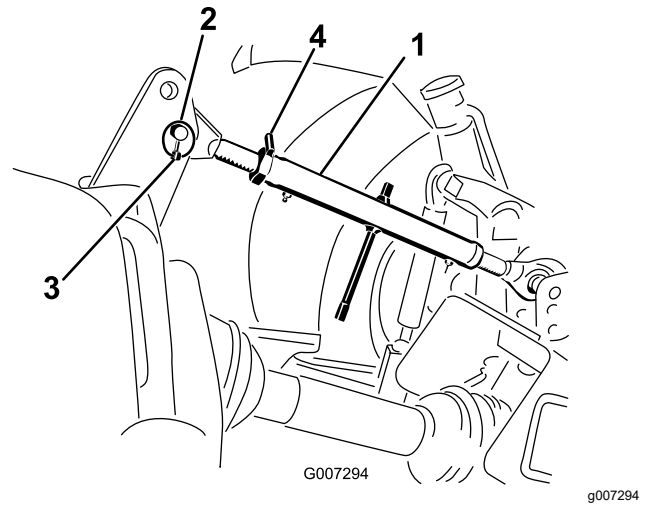

Figura 8
1. Conecte el brazo de enganche superior al orificio inferior del soporte y sujételo con el pasador de enganche y el pasador de seguridad (Figura 8).
3. Gire el brazo de enganche superior para apretar la unión. Ajustelo hasta que el bastidor de la parte delantera de la máquina esté en posición vertical (Figura 8).